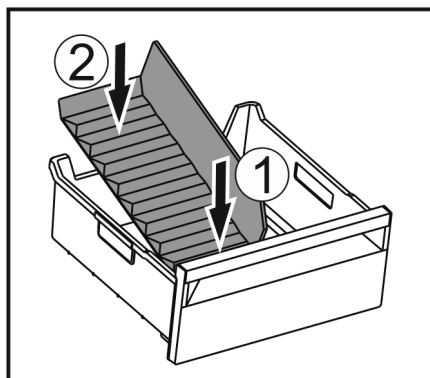

Fig. 214
- Vložte přední část přepážky přihrádky na led. Fig. 214 (1)
- Zadní část přepážky přihrádky na led spusťte až na dno zásuvky. Fig. 214 (2)